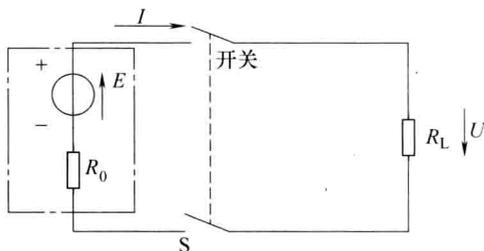

图 1-11 简单含源闭合回路
在实际应用中常需要对闭合电路进行分析和计算。如图 1-11 所示为一个最简单的含源闭合回路，其中  $R_L$  为负载电阻， $R_0$  为电源内电阻， $E$  为电源电动势。略去导线的电阻不计，开关闭合时，电路中的电流为
**例 1-2** 如图 1-11 所示, 已知开关 S 闭合, 电源电动势  $E = 6\text{V}$ , 内阻  $R_0 = 0.5\Omega$ , 负载电阻  $R_L = 9.5\Omega$ , 求电源端电压和内阻压降。